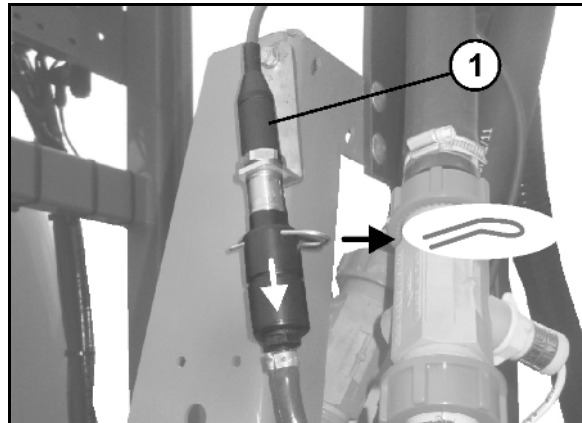

Fig. 150
16. **Super-S-Gestänge:** Entwässern Sie den Drucksensor (Fig. 150/1), indem Sie den Schlauch vom Drucksensor lösen.